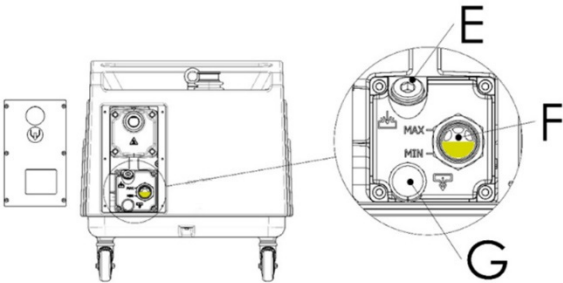
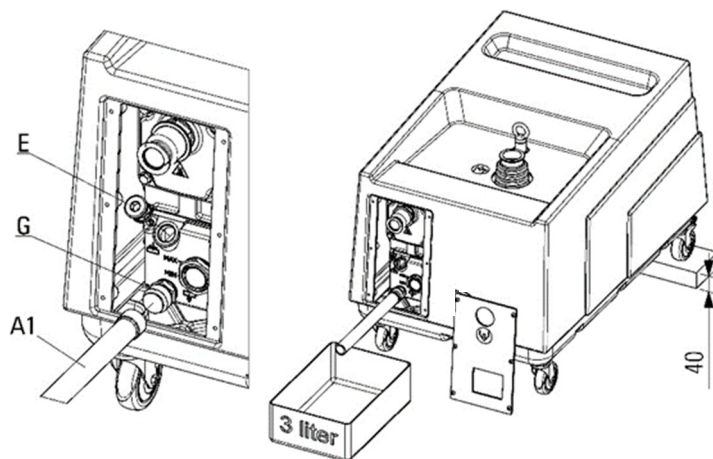

Figura 13
Figura 14
Con riferimento alla Figura 13, svitare il tappo di carico (E) e quello di scarico olio (G) solo dopo aver posizionato sotto il serbatoio un contenitore adatto (per forma e dimensioni) a raccogliere tutto l'olio della pompa (vedere Figura 14).